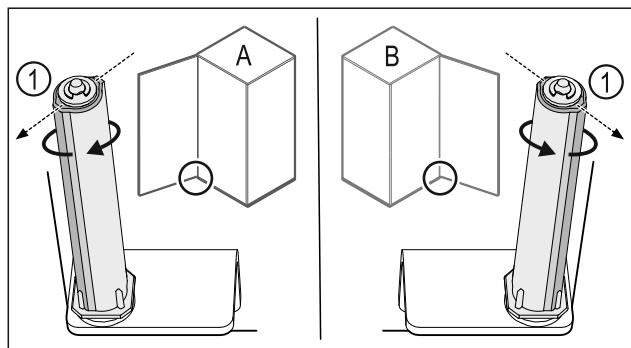

Fig. 45 Ľavý doraz (A)/pravý doraz (B)
- Otáčajte systém zatvárania proti odporu, kým nebude mostík systému zatvárania Fig. 45 (1) ukazovať von.